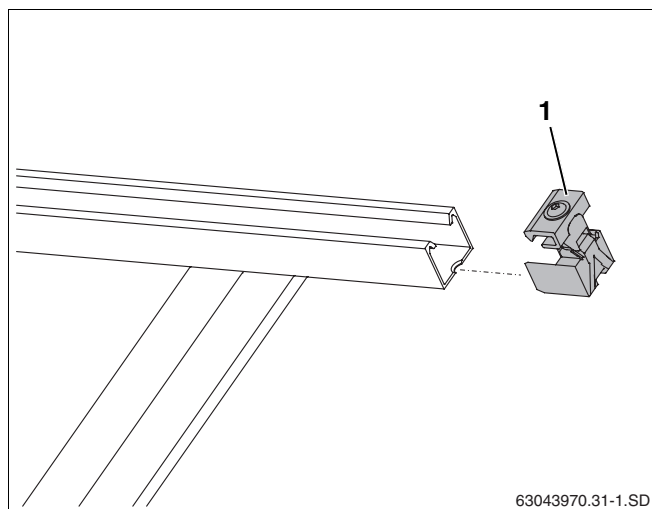

Fig. 43 Deslizar el tensor unilateral del colector
- ▶ Deslice el tensor unilateral del colector (fig. 43, **pos. 1**) en los perfiles guía del extremo derecho del campo de colectores hasta que encaje en el primer orificio ovalado del perfil guía.